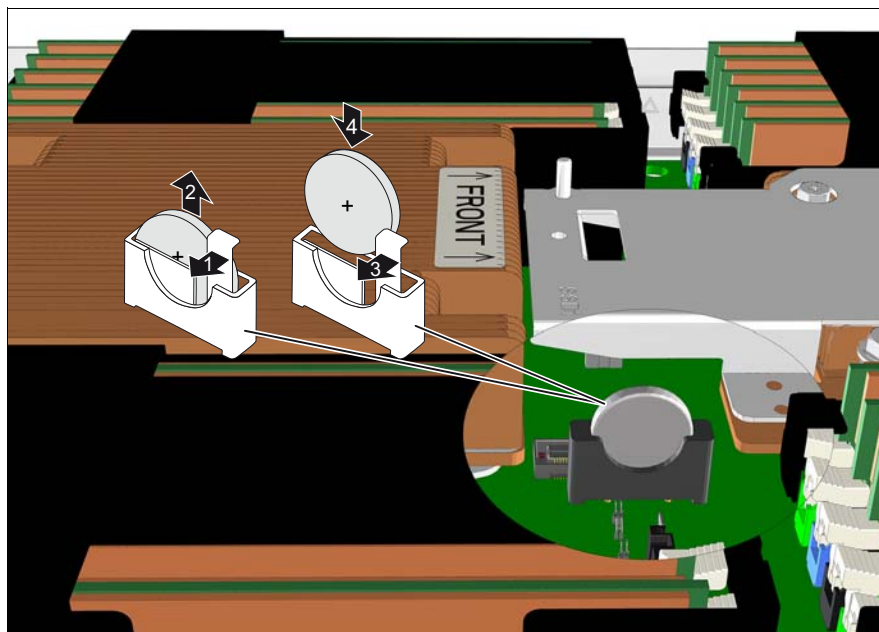

図 80: CMOS バッテリーの交換
- ▶ 198 ページ の 図 80 に示すように、ロックしているバネを押して (3)、未使用の CMOS バッテリーを挿入します (4)。